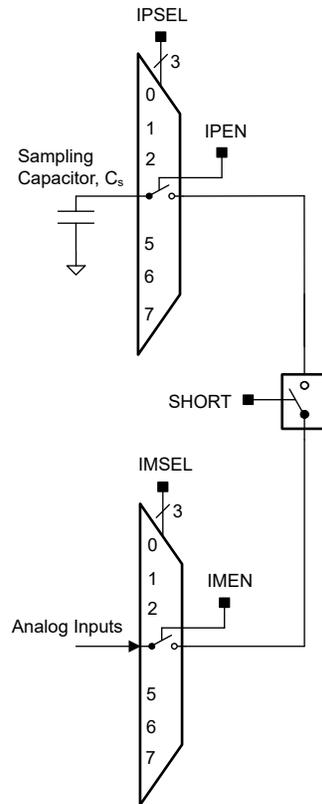

图 6-7. 比較器短路開關
如 图 6-7 所示，所需的取樣時間與取樣電容尺寸 (CS)、短路開關 (R) 串聯的輸入開關電阻，以及外部來源 (RS) 的電阻大小成比例。取樣電容 CS 應該大於 100 pF。可用以下公式計算取樣電容 CS 充電時間常量 Tau。